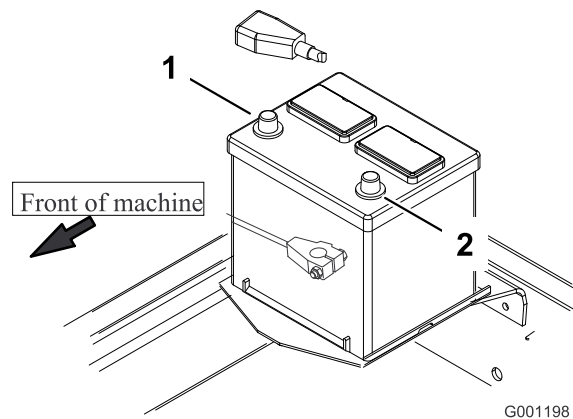

Figura 11
8. Collegare innanzitutto il cavo positivo (rosso) al terminale positivo (+), poi il cavo negativo (nero) al terminale negativo (-) della batteria (Figura 11). Fate scorrere la guaina di gomma sul morsetto positivo per evitare un cortocircuito.